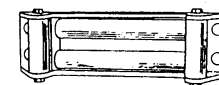

Figure 17
6. Pour réduire de manière importante l'usure du câble pendant les treuillages sur angle, ÉQUIPEZ LE TREUIL D'UN GUIDE-CÂBLE (Fig. 17). Les roulements éliminent l'abrasion et le frottement excessif du câble.